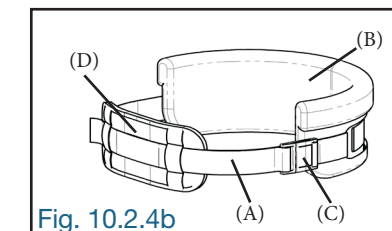

Fig. 10.2.4b
La sangle (A) de la butée (B) thoracique doit être ajustée et serrée au corps de l'utilisateur de façon à bien le maintenir en place. Pour se faire, ajuster la longueur de la sangle (A) en la glissant sur la boucle (C) jusqu'à la longueur requise. Une fois la longueur déterminée, bien attacher la boucle (C). Pour un meilleur confort, le coussinet (D) doit être centré sur la partie dorsale de l'utilisateur (Fig. 10.2.4b).